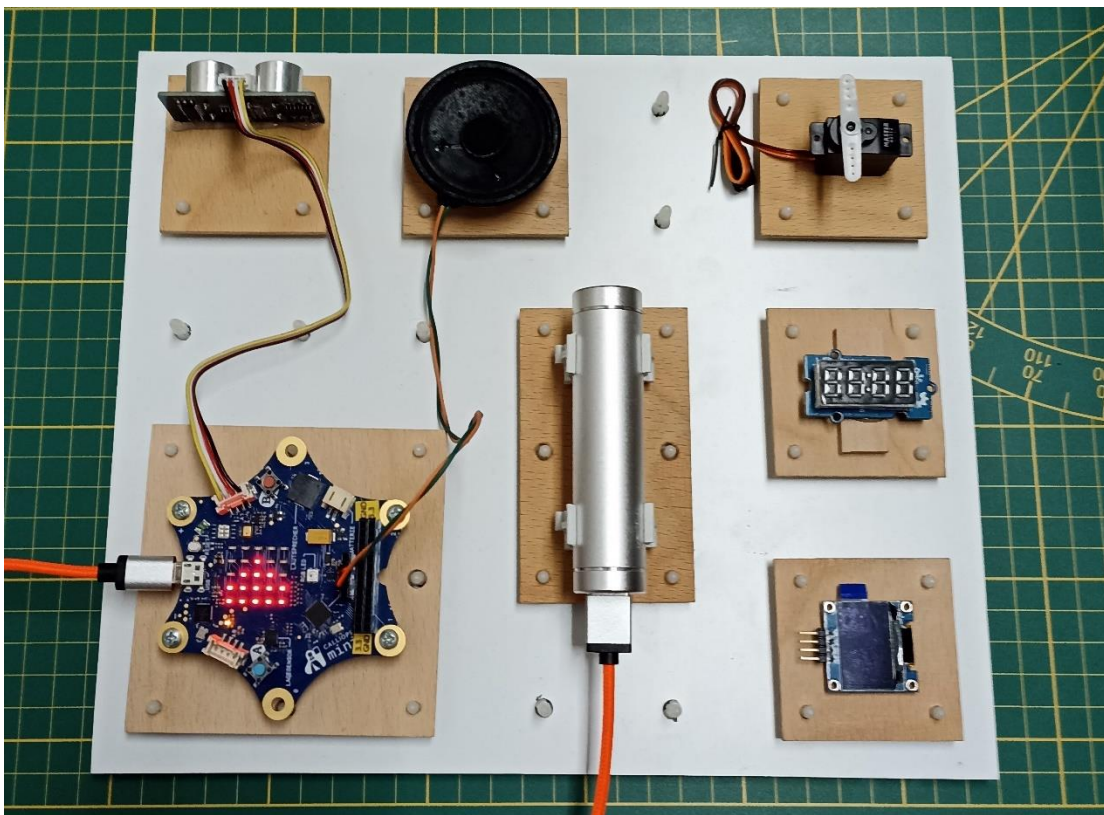

Abbildung 1: Größere Platte mit Zubehör
- i) Die übrigen Zubehörteile (Sensoren, Display, Batteriefach, Powerbank, Servo, ...) können entsprechend der Größe auf den Modulplatten mit Schmelzkleber fixiert werden, siehe Abbildung 1 und 2.